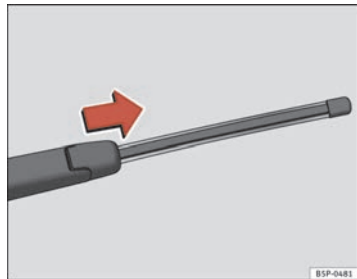

Fig. 148 Extraer la escobilla del limpiacristales
- Separe el brazo del limpiacristales de la luneta ⇒ fig. 148.
- Deslice el adaptador de la escobilla en la dirección de la flecha y retire la escobilla ⇒ fig. 148.